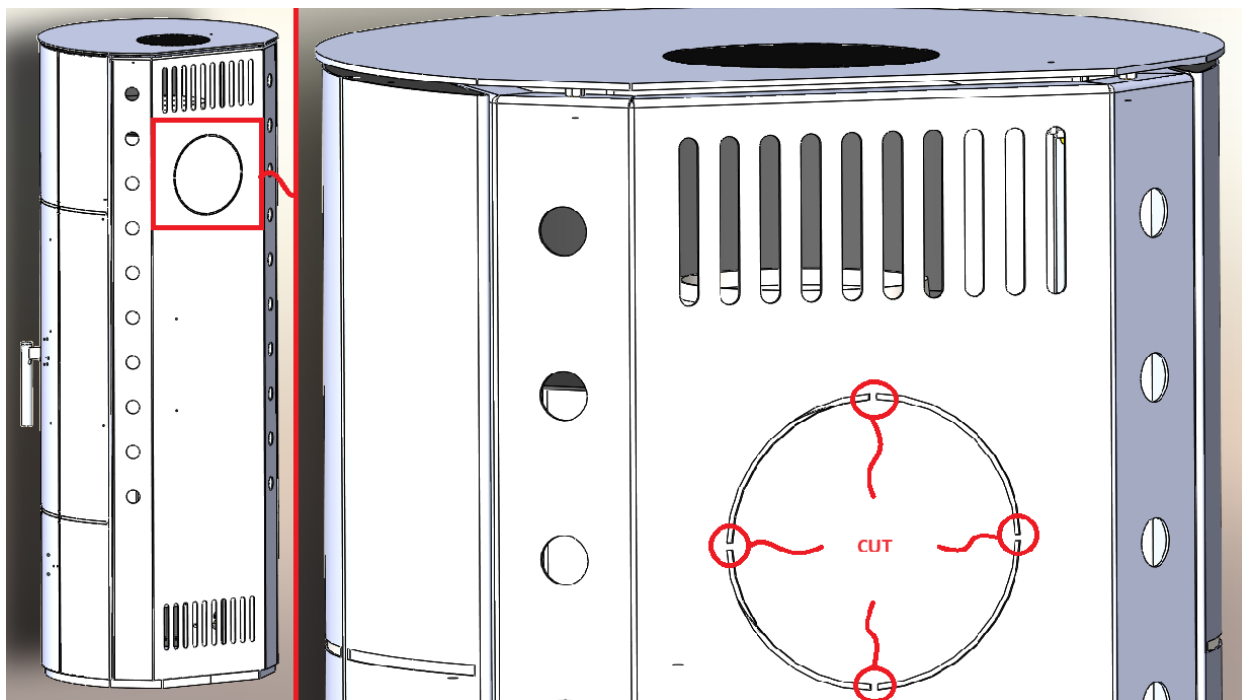

Abbildung 1 Schneiden von Mikrofugen an der Rückseite des Kamins
2. Abbildung 1 Schneiden von Mikroverbindungen auf dem Rücken	Seite 5
Bei der Installation des Gerätes sind alle lokalen Vorschriften einzuhalten, einschließlich derjenigen, die nationale und europäische Normen betreffen. Wir empfehlen eine Beratung mit dem zuständigen Schornsteinfeger. Die Kaminöfen werden auf Transportpaletten angeliefert, vorbereitet für den Anschluss an den Schornstein nach oben. Soll der Anschluss an den Schornstein von hinten erfolgen, muss der Abgasstutzen auf den hinteren Anschluss umgestellt und der Abgasdeckel auf die obere Position gesetzt werden (Abbildung 1 und 2).